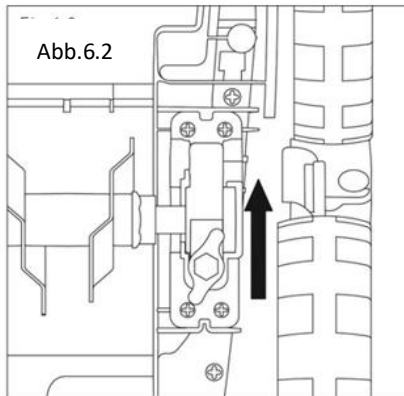

Abb.6.3
- Tirez la bride du système de lames vers le haut depuis l'accouplement dans le boîtier de la machine (Fig. 6.3).